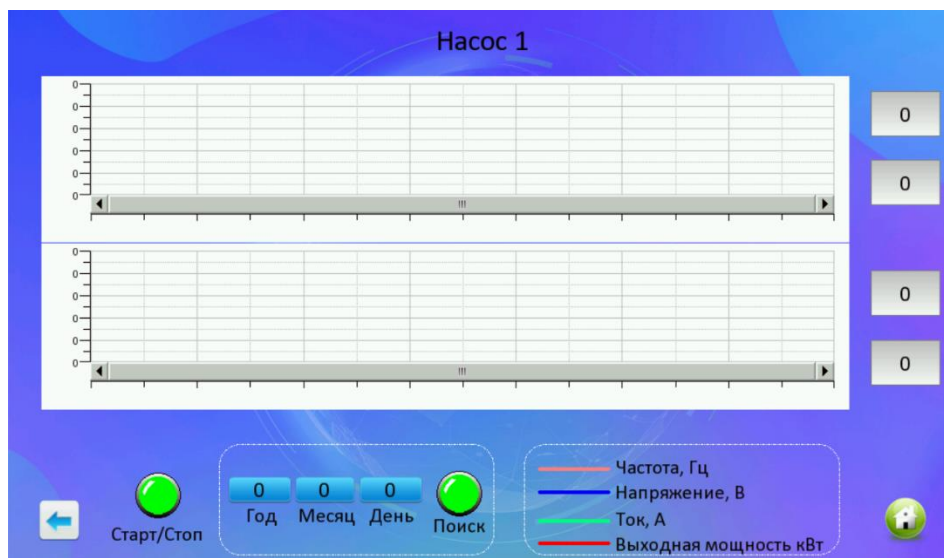

Рисунок 5. Графики работы насоса №1.
10. Кнопка перехода в меню графиков работы насосов (Рисунок 5) и к журналу аварий;